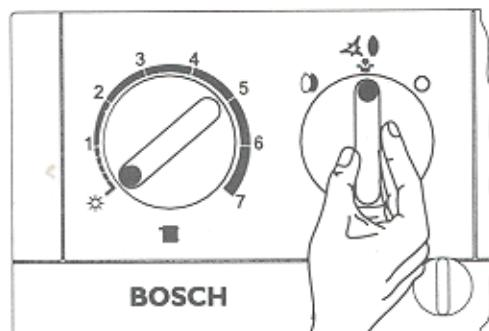

Figura 11
- Puneti întreruptorul principal pe pozitia din mijloc (Figura 11)